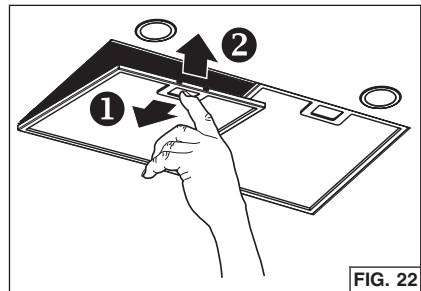

FIG. 22
1. Para quitar el filtro de GRASA, empuje la lengüeta de cierre para desacoplar el filtro de la campana. Incline el filtro hacia abajo y quítelo. Fig. 22.